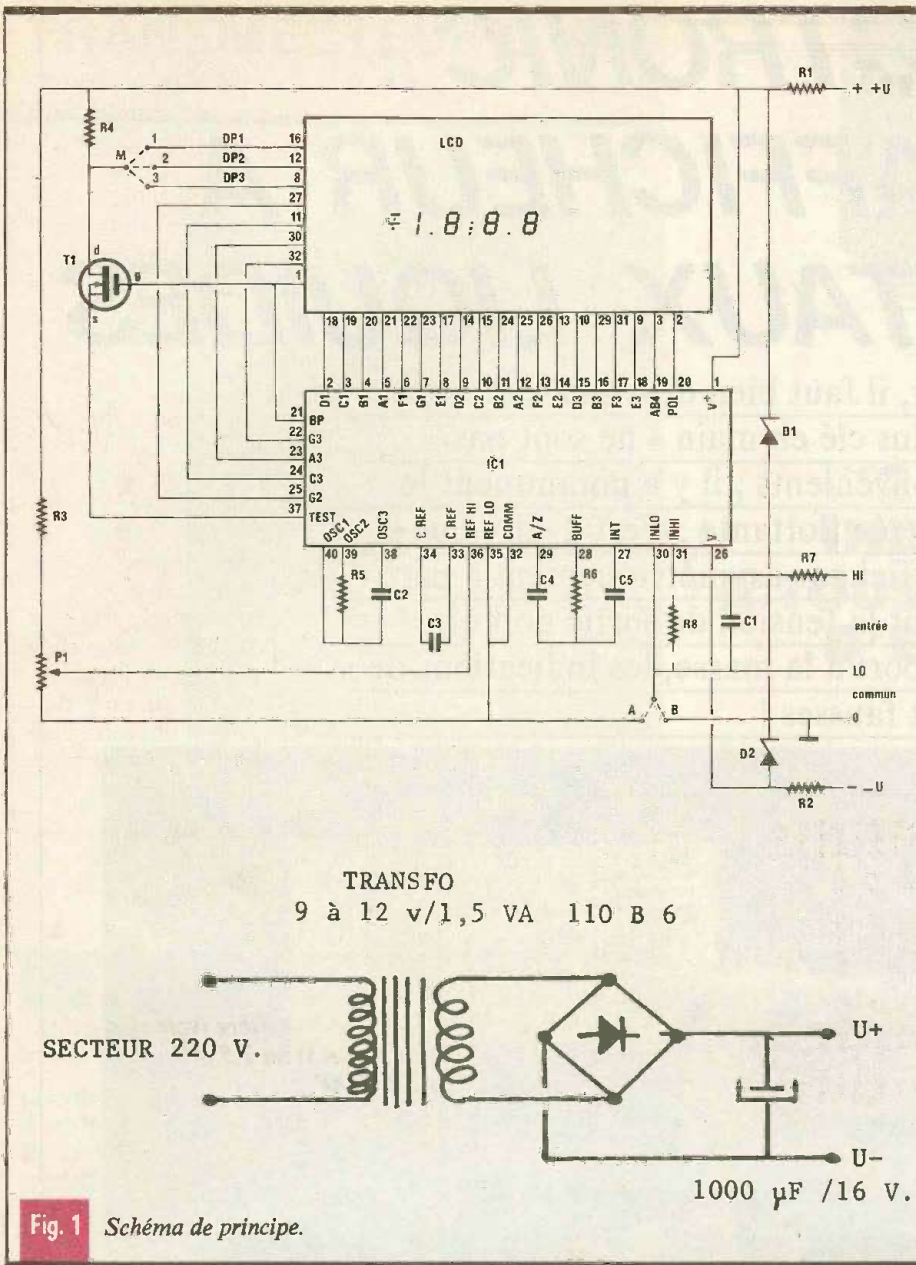

Fig. 1 Schéma de principe.
**Exemple d'alimentation secteur du module LCD :** Nous vous proposons à la figure 1 un bloc universel d'alimentation. Le fait d'utiliser un transformateur séparé rend ce module flottant. Cette alimentation asymétrique indépendante se résume à un redressement double alternance suivi d'un filtrage. (La régulation adéquate est intégrée dans le module LCD.)